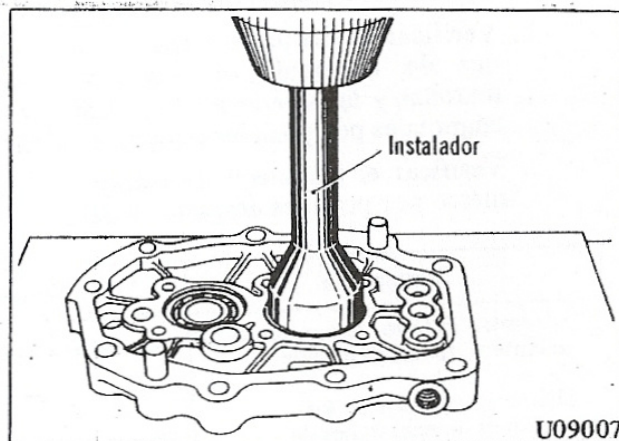

Fig. 7 Desmontaje del cojinete de bolas
- a. Utilizando la herramienta especial: Instalador (MB990506 y MD999532), desmontar el cojinete de bolas del adaptador de cojinete. (Fig. 7)